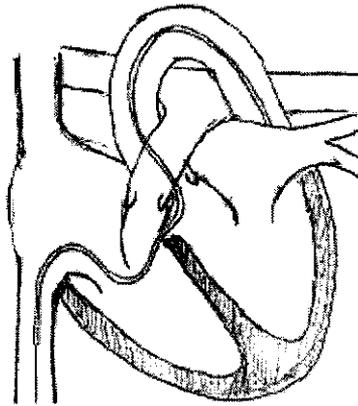

Fig. 06: Avance del catéter por la vena cava inferior
- (Fig. 06) Retire el catéter de balón con perforación final o el catéter venoso y avance el catéter JR por el lado izquierdo, por el hilo guía, a través del VSD hasta que entre en la vena cava inferior.